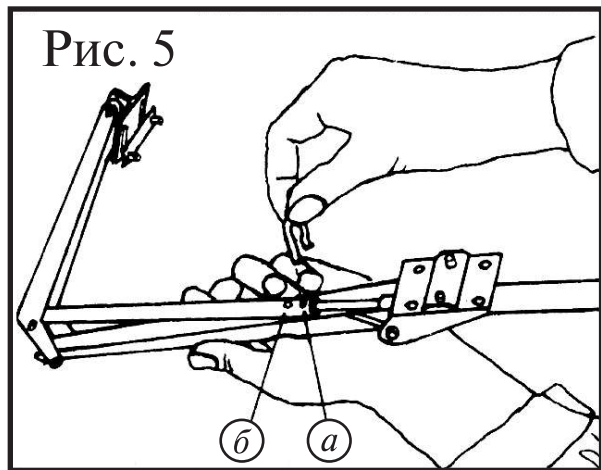

Рис. 5
отверстия в штоке и толкателе должны совместиться (см.рис.5).
4. Измерьте расстояние, на которое будет открываться ваше окно. Если расстояние более 42 см., — вставьте Шплинт (5) в отверстие «а» в штоке и толкателе (см. рис.5)